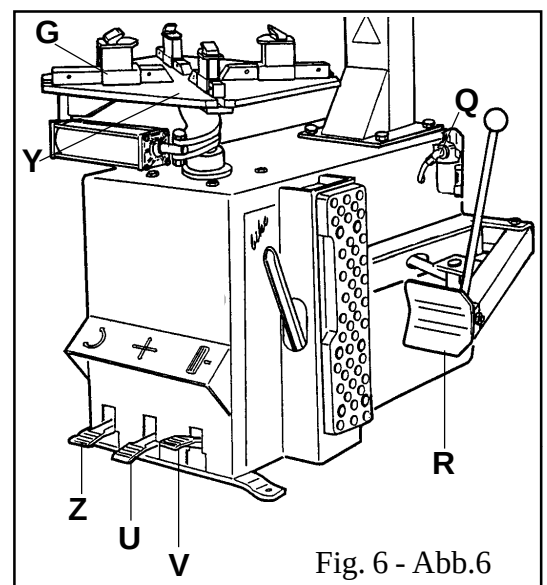

Fig. 6 - Abb.6
- Collegare la macchina all'impianto d'aria compressa tramite l'attacco (Q) sporgente dalla parte posteriore come da fig. 6
- Raccorder la machine à l'installation d'air comprimé par le raccord (Q) situé à l'arrière (voir figure 6).